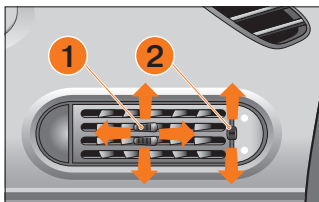

Рис. 53. Боковые дефлекторы
**Боковые дефлекторы (рис. 53).** Направление подачи воздуха регулируется рычагом направляющих лопаток боковых дефлекторов **1** путём изменения положения заслонок вверх или вниз, вправо или влево, а регулятор интенсивности подачи воздуха **2** открывает или закрывает полностью боковые дефлекторы.